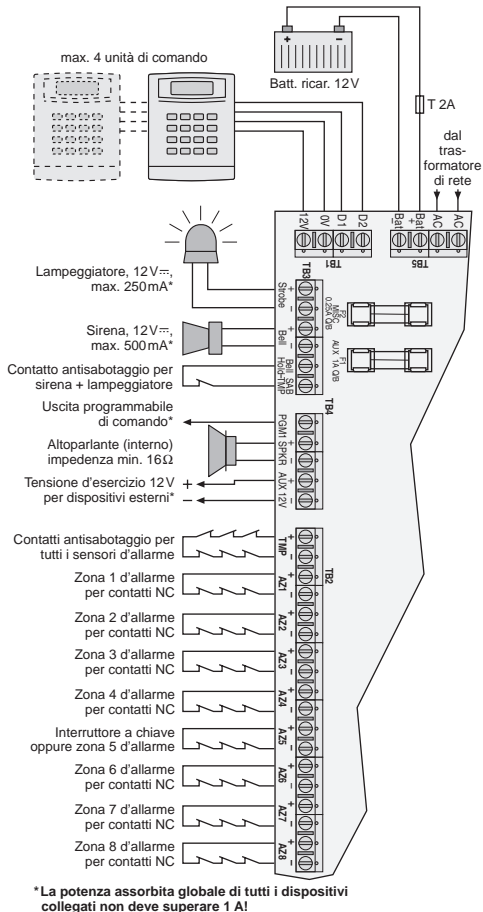

Fig. 4 Prospetto dei collegamenti
Nella fig. 4 che segue si vedono per maggiore chiarezza tutti i collegamenti possibili. Informazioni particolareggiate si trovano nei capitoli 4.5.1 a 4.5.12.
1. I contatti d'allarme rappresentati in fig. 4 sono tutti dei contatti di riposo, NC (= normalmente chiusi) come è il caso nella maggior parte dei componenti in commercio. Tuttavia, si possono usare anche contatti di lavoro (NA = normalmente aperti). Come esempio, nel capitolo 4.5.7 è indicato un segnalatore d'aggressione. Comunque, all'interno di un circuito si deve usare un solo tipo di contatti.